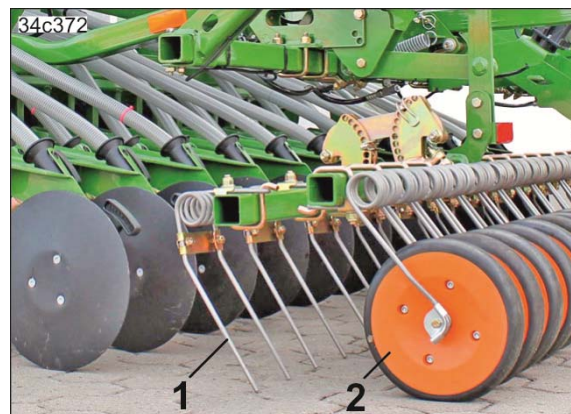

Рис. 76
- зубья-загортачи (Рис. 76/1);
- прижимные диски (Рис. 76/2).